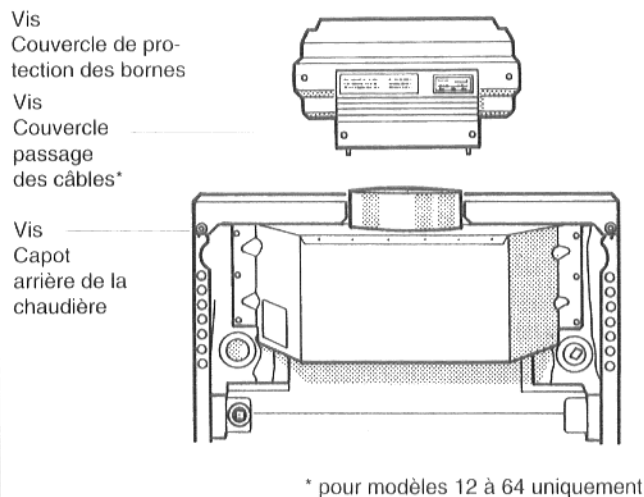

Fig. 8
- Chaudières modèles 12 à 64 : dévisser les deux vis de fixation du capot arrière (fig. 8) de la chaudière. Enlever le capot arrière.
- Dévisser les deux vis du couvercle de protection des bornes de l'appareil de régulation (fig. 8). Enlever le couvercle de protection des bornes.
- Chaudières modèles 12 à 64 : dévisser les deux vis du couvercle du passage des câbles (fig. 8). Enlever le couvercle.